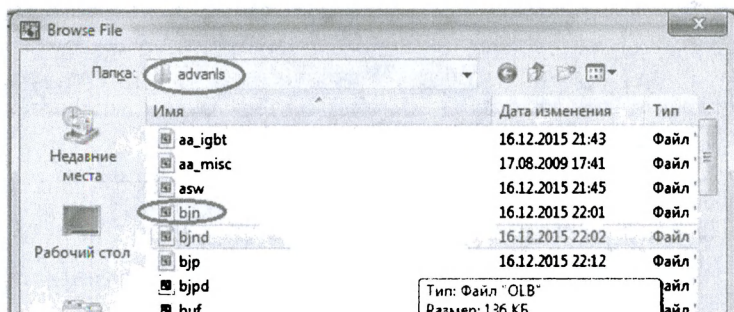

Рис. 2.28. Открытие библиотеки биполярных транзисторов
1. Из библиотеки Pspice > advans > bjn (рис. 2.28) выбираем транзистор — *n-p-n*-транзистор 2N2102 и помещаем на рабочее поле.